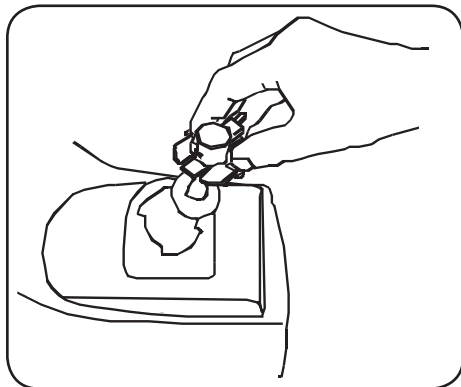

Figura 4-3
3. Gire la boquilla conectora aproximadamente un ¼ de vuelta para alinear lengüeta con la muesca de la caja del reflector; luego retire el foco y la boquilla conectora de la caja del reflector. Consulte la Figura 4-3.
5. Alinee un poste de bloqueo del foco con la muesca de la boquilla, luego empuje el foco hacia adentro y gire hacia la derecha para bloquear. Consulte la Figura 4-3.